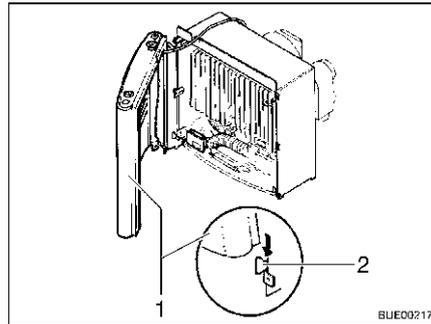

Fig. 127 Revestimiento de la calefacción, orejetas de sujeción
- Montar el revestimiento de la calefacción. Para ello situar el revestimiento (Fig. 127,1) en las orejetas de sujeción inferiores (Fig. 127,2).